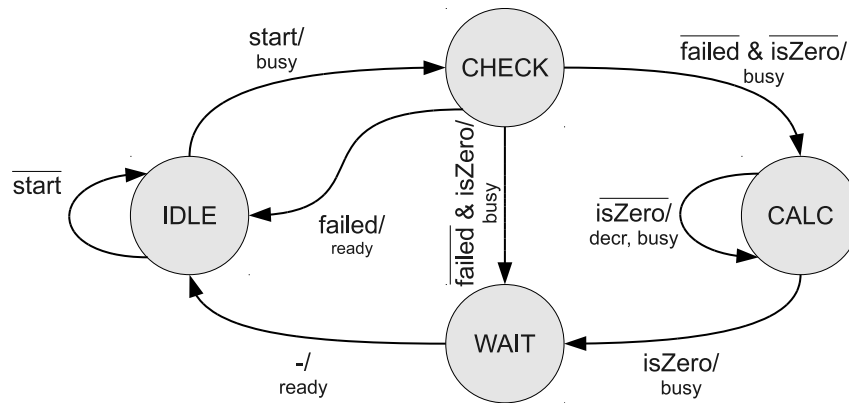
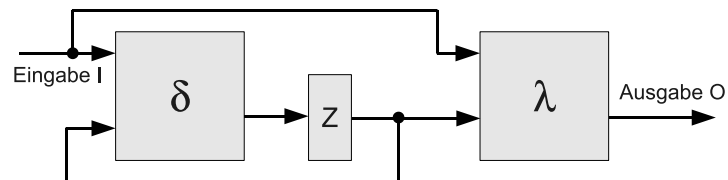

Abbildung 1: Zustandsübergangsgraph
Abbildung 2: Festverdrahtetes Steuerwerk
- a) Für eine Hardwarekomponente sei bereits die Spezifikation der Steuerung in Form eines Mealy Automaten (vgl. Abbildung 1, nächste Seite) gegeben. Die Steuerung soll als festverdrahtetes Steuerwerk implementiert werden. Die Zustände sind laut Spezifikation mit 4 Bits folgendermaßen kodiert:
- b) Vervollständigen Sie die Logiktable der Zustandsübergangsfunktion $\delta : Z \times I \rightarrow Z$ für den Automat in Abbildung 1 für ein festverdrahtetes Steuerwerk (Abbildung 2). Benennen sie die ersten drei Spalten der Tabelle. Steuerleitungen, die für den Zustandswechsel nicht benötigt werden, müssen mit X gekennzeichnet werden.